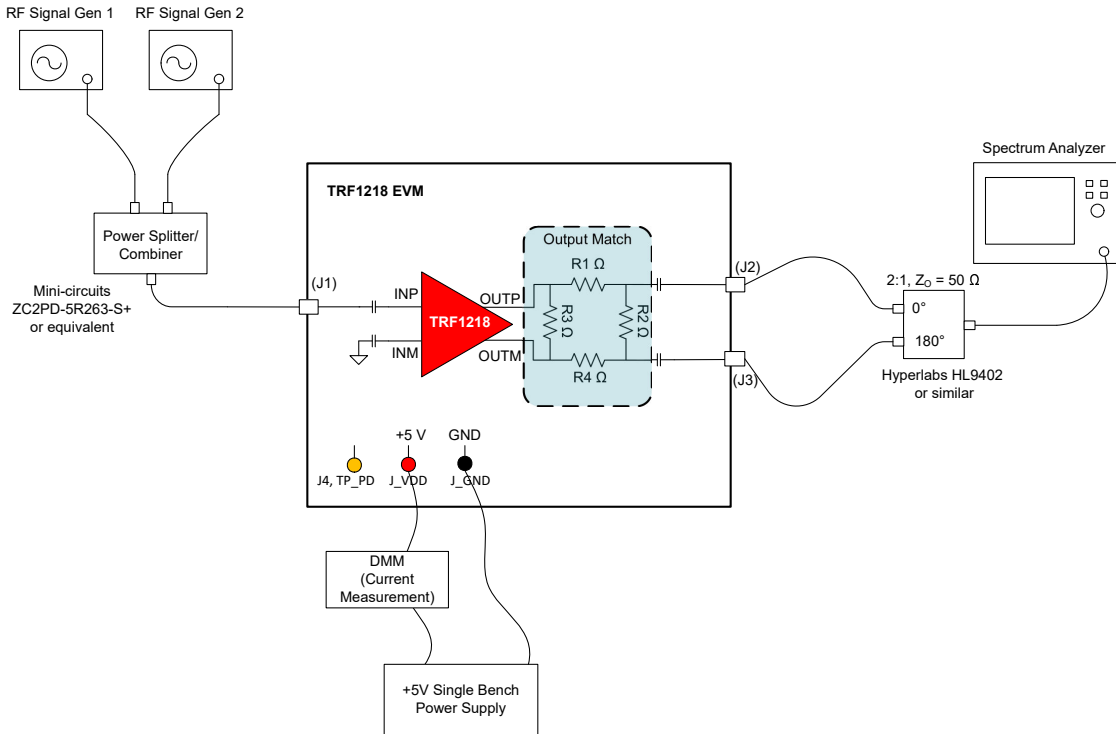

图 2-3. OIP3 测试设置
1. 图 2-3 展示了使用同相功率分离器和组合器合并两个信号发生器输出。可选择对信号发生器输出使用 3dB 至 6dB 衰减器，以防发生器相互作用，并导致信号发生器 IMD3 杂散。